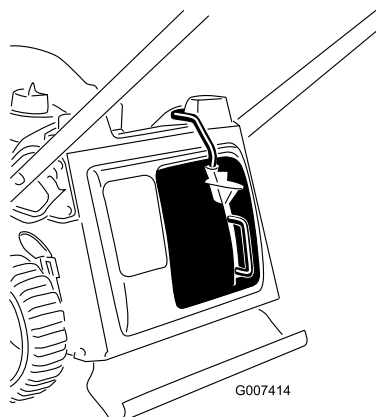

Figure 10
3. Relâchez le bouton sur le levier et vérifiez que le haut du levier est bien au fond du logement du contacteur (Figure 10). **La tondeuse ne pourra pas démarrer si ce n'est pas le cas !**